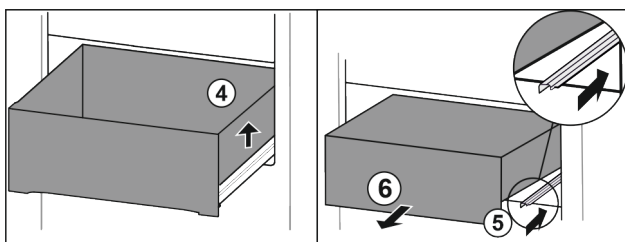

Fig. 22
- Sollevare il cassetto a destra. Fig. 22 (4)
- Inserire la guida destra. Fig. 22 (5)
- Rimuovere il cassetto tirandolo in avanti. Fig. 22 (6)